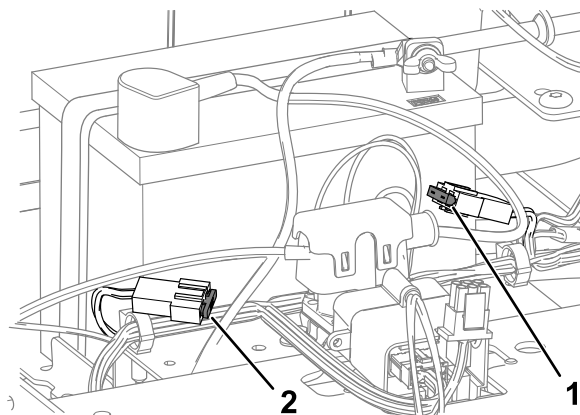

Figura 50
4. Para cambiar un fusible, tire del mismo para retirarlo (Figura 50).